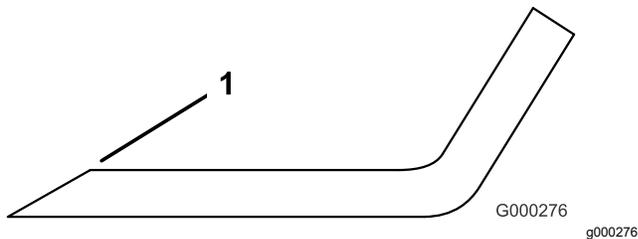

Figura 74
1. Utilice una lima para afilar el filo de corte en ambos extremos de la cuchilla (Figura 74).
Nota: Si la cuchilla no está equilibrada, rebaje algo del metal en la parte de la vela solamente con una lima (Figura 74).